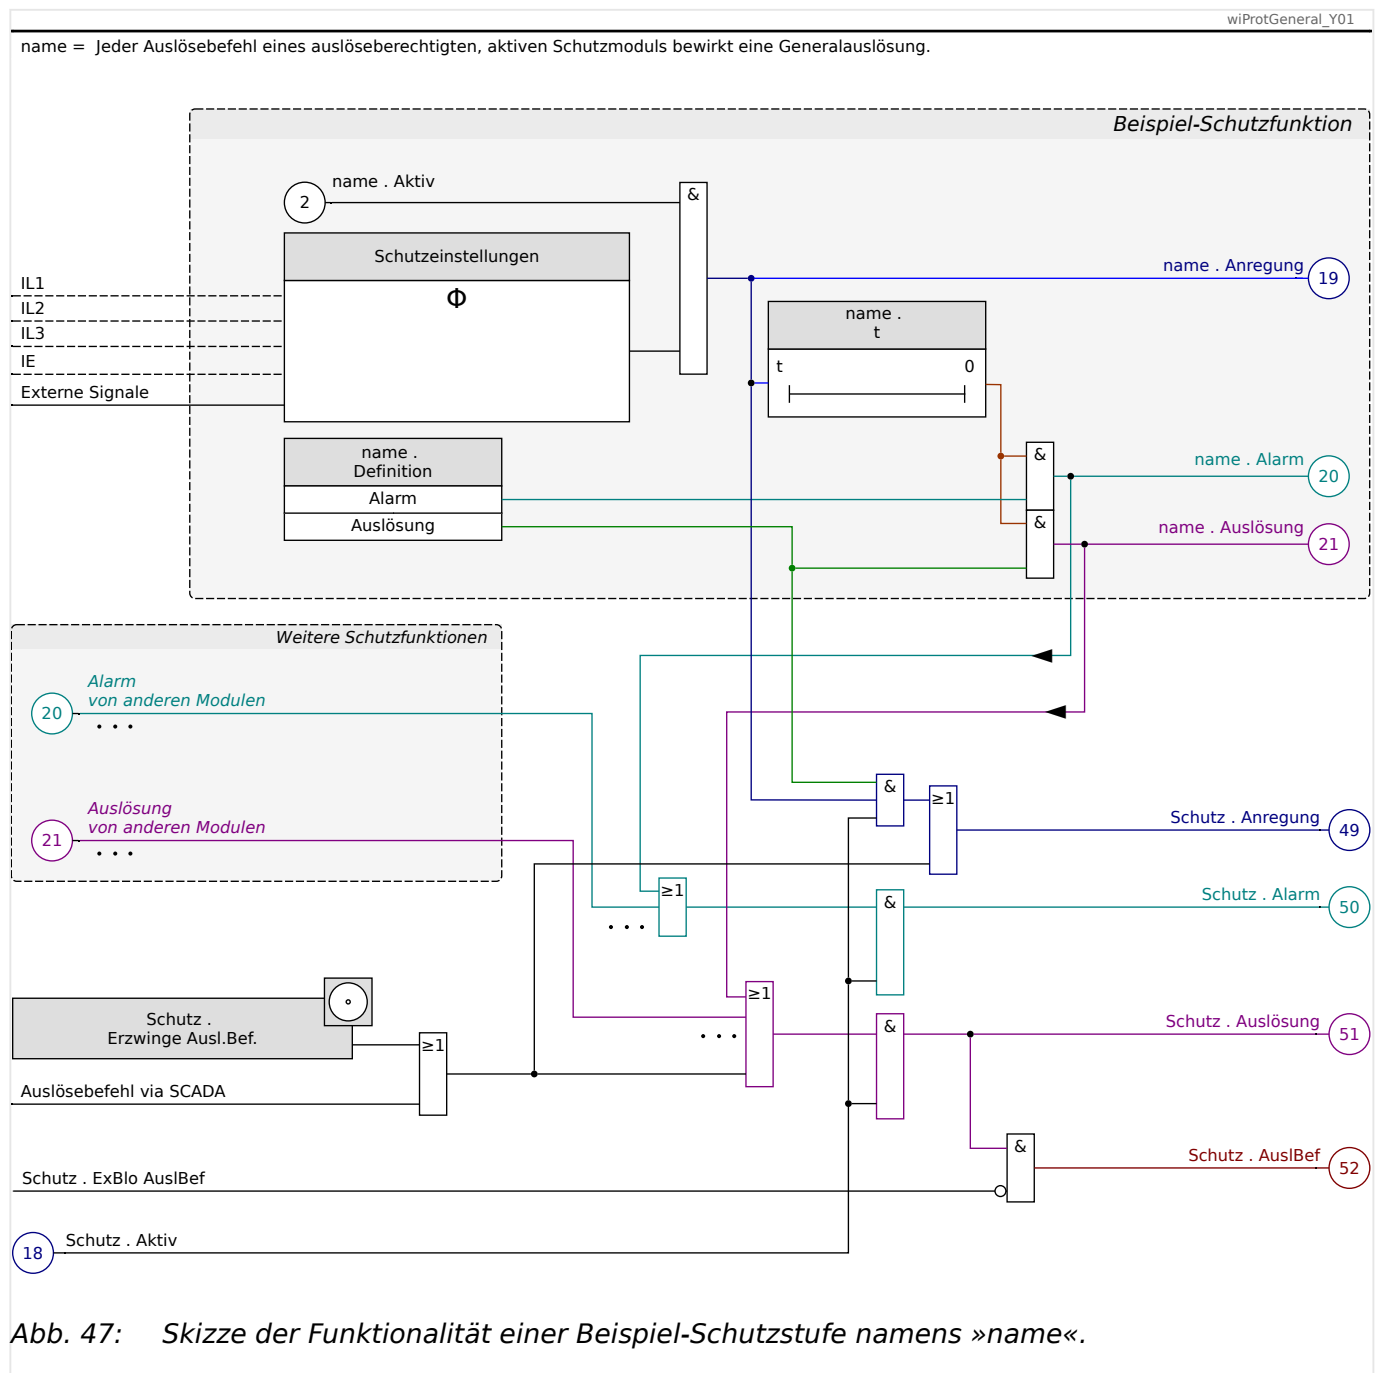

Abb. 47: Skizze der Funktionalität einer Beispiel-Schutzstufe namens »name«.
- Eine Schutzanregung führt **nicht** zu einer General-Anregung »Schutz . Anregung«. Stattdessen gibt die Schutzstufe nach Ablauf einer einstellbaren Schutzstufe (siehe ↪Abb. 47) das Alarmsignal »Alarm« aus und leitet dieses Signal an das übergeordnete Modul »Schutz« weiter.
- Falls der Fehler nach Ablauf einer einstellbaren Verzögerungszeit noch immer besteht – siehe auch ↪Abb. 47:
Zusätzlich zu den Meldungen aus Diagramm ↪Abb. 47 gibt es im Modul »Schutz« noch Sammelmeldungen und phasenselektive Signale. Die phasenselektiven Signale können von denjenigen Schutzmodulen gesetzt werden, die Fehler phasenspezifisch detektieren können.
Siehe auch das Funktionsdiagramm, ↪Abb. 47.